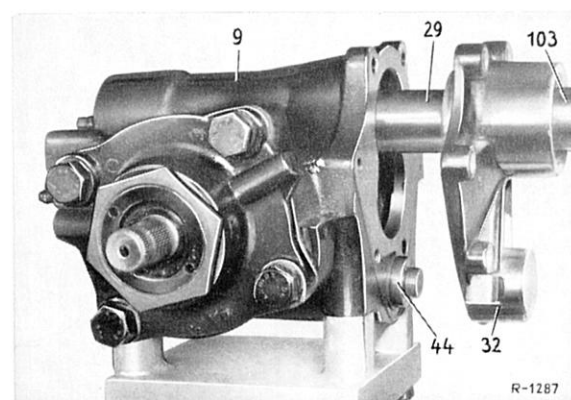

Bild 46–24/57
75 Arbeitskolben in Mittelstellung bringen, Lenkwelle (29) und Verschußdeckel (44) in das Lenkgehäuse (9) einsetzen (Bild 46–24/56).